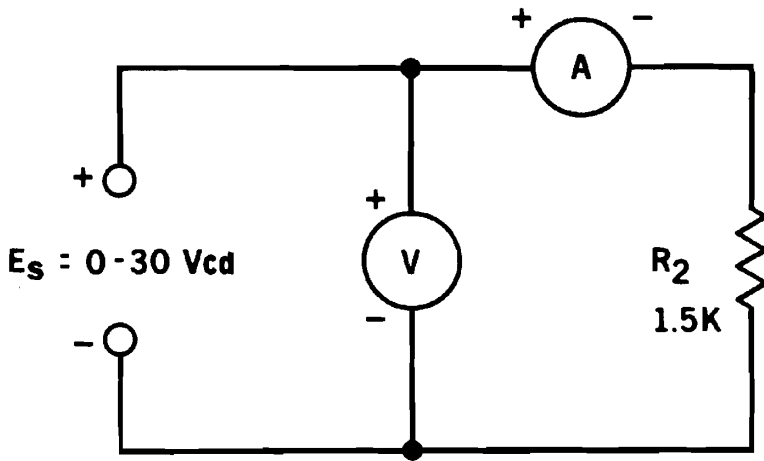

Fig. 7-1
2. Conecte la resistencia R2 al circuito según el diagrama esquemático (Fig. 7-1). Conecte el voltímetro a la fuente de energía y el amperímetro en serie con el circuito. Ajuste la tensión de la fuente a 24 Vcd.
- a. La corriente (I) usando el valor **codificado** de R2 = .....
- b. La corriente (I) usando el valor **medido** de R2 = .....¿Cuál es el valor medido de (I) en el amperímetro? .....
5. Sustituya R1 por R2 en el circuito de la Fig. 7-1.
6. Sustituya  $R_3$  por  $R_2$  en el circuito de la Fig. 7-1.
8. Sustituya  $R_2$  en el circuito de la Fig. 7-1. Aumente la tensión de la fuente a 30 volts.